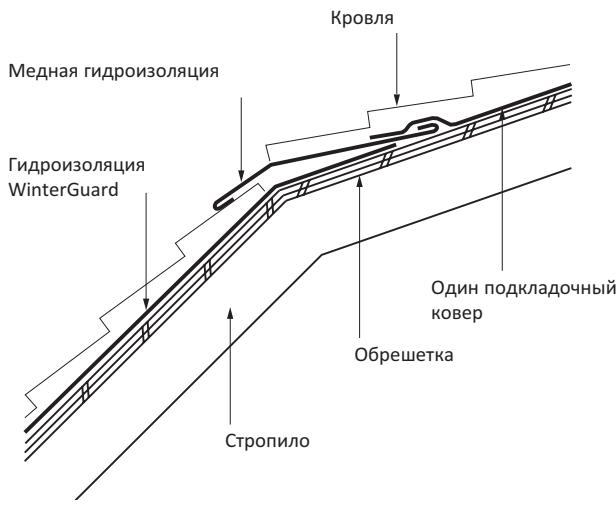

Рис. 6-24
2. КАПЕЛЬНИК ИЛИ ЖЕЛОБ: Уложите кровельные гонты на нижней части крыши до места стыка и отрежьте лишнюю часть кровельных гонтов по стыку настила. Уложите подкладочный ковер водонепроницаемого типа, например, WinterGuard™, на этот стык плоскостей настила для создания водонепроницаемого барьера. Водонепроницаемый подкладочный ковер должен быть уложен непосредственно в верхней части крыши и заходить на кровельные гонты в нижней части крыши приблизительно на 12 см. Установите окрашенную подпорную доску 25x150 мм (водонепроницаемый подкладочный ковер должен быть полностью закрыт этой доской) на самом верху нижней части крыши, и затем установите на этой доске либо капельник, либо желоб. Уложите кровельные гонты до верхней плоскости стандартным способом укладки, позволяя начальным кровельным гонтам и кровельным гонтам первого ряда выступать над капельником или желобом примерно на 13–19 мм. См. Рис. 6-24 ниже.